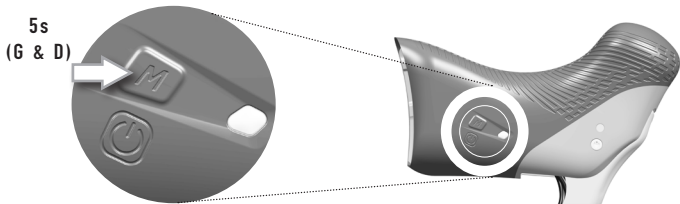

Fig.9
- 2) Appuyer simultanément sur les touches MODE des poignées Ergopower (Fig. 9) pendant 5 secondes, jusqu'à ce que les voyants s'allument en ROSE.